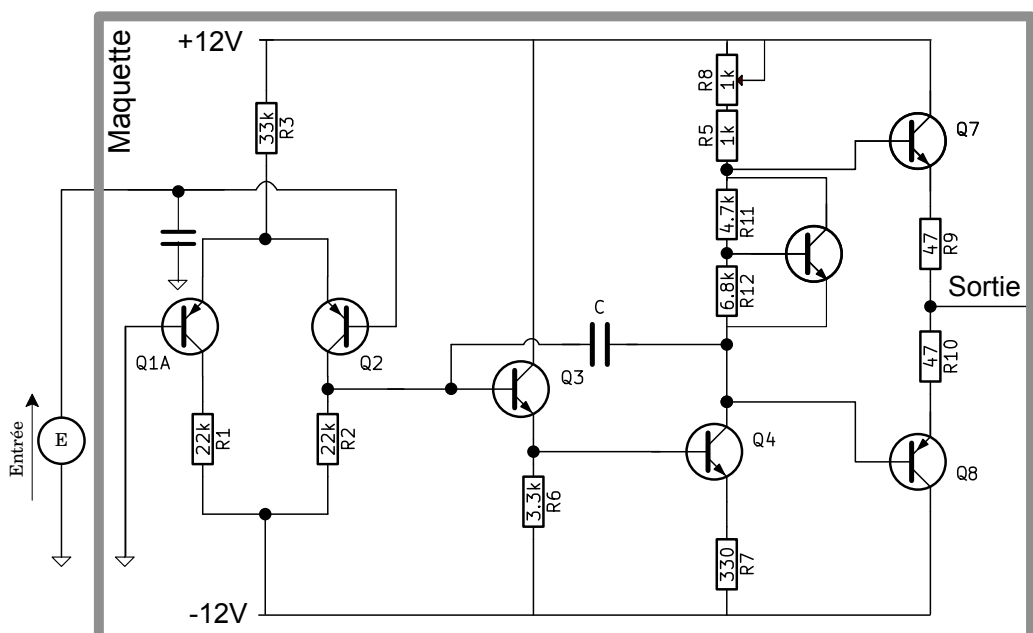

FIGURE 6 – Amplificateur complet.
Pour éliminer la distorsion de croisement, on peut utiliser un transistor de compensation, comme indiqué sur la figure 6
**IMPORTANT : Cette fois encore, n'oubliez pas de placer la capacité de 100pF à l'entrée de la maquette, comme cela est indiqué sur la figure 6**